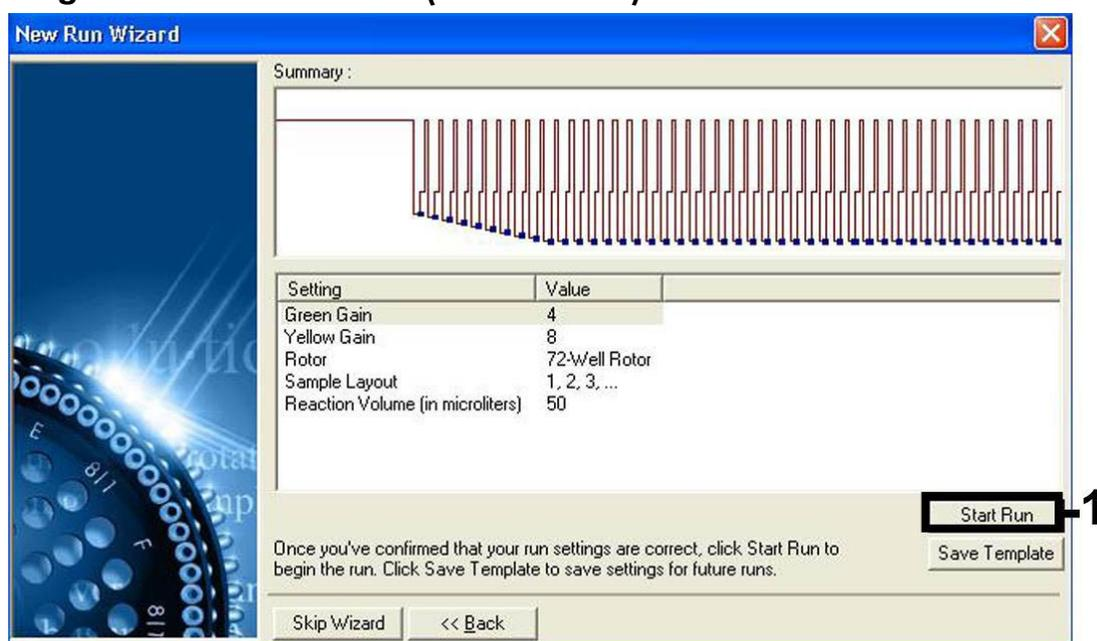

Figura 7. Inicio de la serie. Tenga en cuenta que, en el instrumento Rotor-Gene 3000, el software definirá los colorantes fluorescentes como “FAM/Sybr” y “JOE”.
Inicio de la serie	Figura 7
10. Los valores de ganancia determinados por la calibración de los canales se guardan automáticamente y se muestran en la última ventana de menú del procedimiento de programación (figura 7). Haga clic en “Start Run” (Iniciar serie).